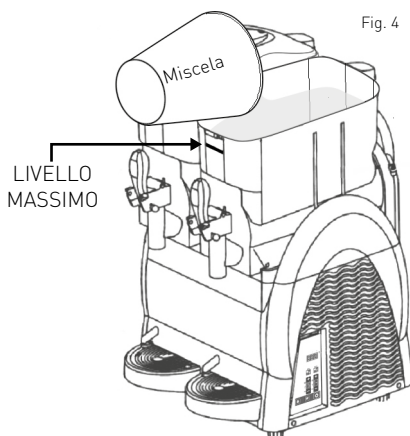

Fig. 4
- Versare con prudenza la miscela nel recipiente (2), facendo attenzione che il livello di liquido nel recipiente non superi il „LIVELLO MASSIMO“. (Vedi: Fig.4). (Per evitare pericoli non versare mai liquido caldo nel recipiente.)